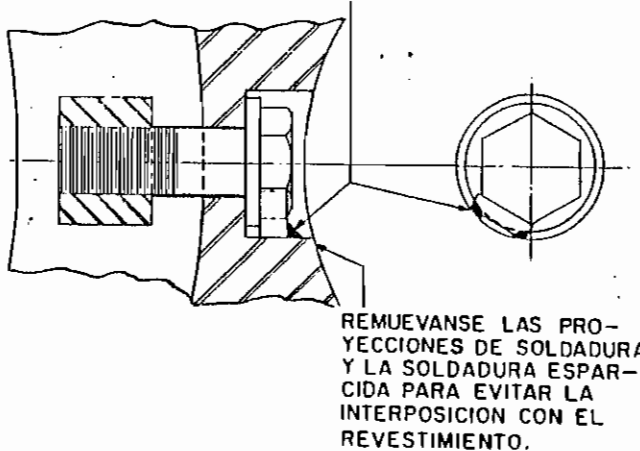

Fig. 42. Método de fijar los pernos de las piezas polares detrás del eje
9. Fíjense los pernos de las piezas polares detrás del eje, soldando una barra de cierre (véase la Fig. 42).